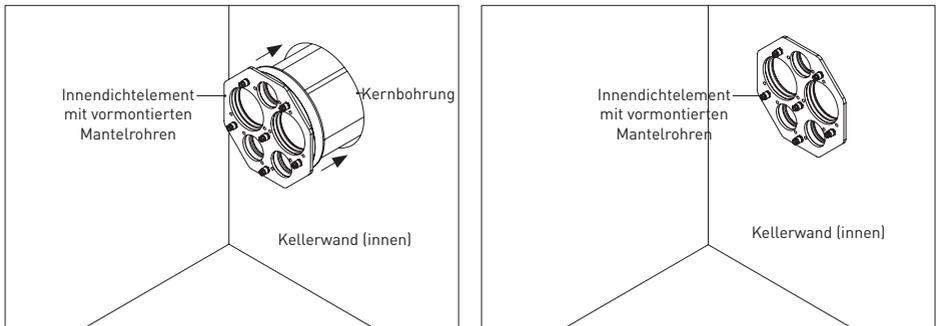

Abbildung 5.1: Innendichtelement, Kernbohrung
- Nehmen Sie das Innendichtelement und schieben Sie es mit den vormontierten Mantelrohren von innen nach außen bis zum Anschlag durch die Kernbohrung (s. Abbildung 5.1).